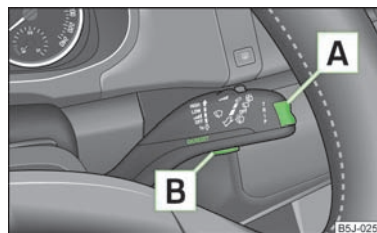

Fig. 6
A comutação entre as memórias é efectuada através do botão **[B]** » Fig. 6 na alavanca do limpa-vidros.
O botão basculante **[A]** » Fig. 6 e o botão **[B]** encontram-se na alavanca do limpa-vidros.
» Toque o botão **[B]** » Fig. 6.
» Prima o botão basculante **[A]** » Fig. 6 em cima ou em baixo. Desta forma, são abertas sequencialmente todas as funções da indicação multifuncional.
» Prima o botão **[B]** » Fig. 6 durante mais de 1 segundo.
Se a temperatura exterior descer abaixo de +4 °C, aparece antes da indicação da temperatura um símbolo de um floco de neve (aviso de gelo) e soa um sinal sonoro de aviso. Ao carregar no botão basculante **A** » Fig. 6 é apresentada a última função indicada.
No visor aparece o tempo de condução desde a última vez que a memória foi apagada. Para medir o tempo de condução a partir de um determinado momento é necessário, nessa altura, repor a memória a zero premindo o botão **B** » Fig. 6.
Caso pretenda calcular o consumo médio de combustível durante um determinado período de tempo, tem de colocar a memória a zero, no início de uma nova medição, utilizando o botão **B** na alavanca do limpa-vidros » Fig. 6. Depois de apagar a memória, durante aprox. os primeiros 300 m, só aparecem traços no visor.
No visor aparece a distância percorrida desde a última vez que a memória foi apagada » **Página 15**. Para medir a distância percorrida a partir de um determinado momento é necessário, nessa altura, repor a memória a zero premindo o botão **B** » **Fig. 6**.
No visor é indicada a velocidade média em km/h, desde a última vez que a memória foi apagada » **Página 15**. Para medir a velocidade média durante um determinado período de tempo é necessário, no início da medição, colocar a memória a zero através do botão **B** na alavanca do limpa-vidros » **Fig. 6**.
- » Com o botão **A** » **Fig. 6**, seleccione o item do menu **Aviso ao ultrapassar a velocidade**.
- Com o botão **A** » Fig. 6, seleccione o item do menu **Aviso ao ultrapassar a velocidade**.